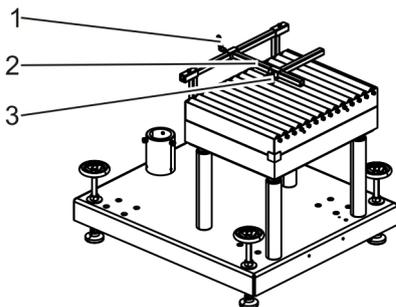

Abb. 32: Winkelanschlag
8. ➔ Mechanischen Winkelanschlag (Abb. 32/2) mit Hilfe der Klemmhebel (Abb. 32/1+3) auf die gewünschte Gebindegröße einstellen.